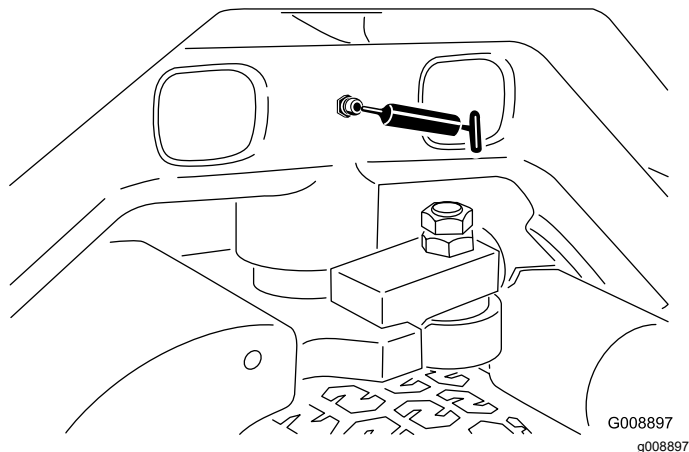

Рисунок 45
- Шарнир поворотного кулака (Рисунок 45)